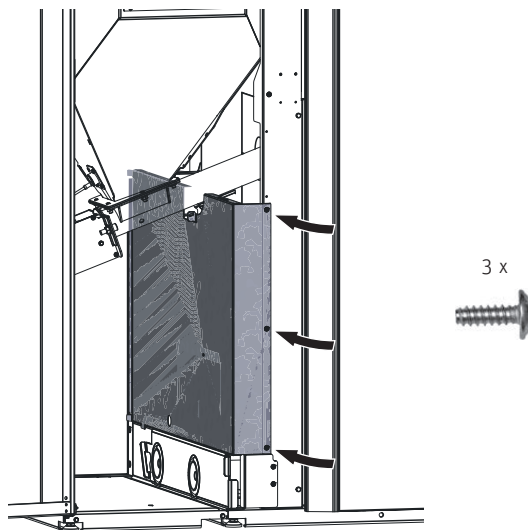

Fig. 101 Spingere la piastra di protezione dal contatto dietro e avvitarela anteriormente
- ▶ Spingere la piastra di protezione dal contatto dietro sulla parete posteriore e fissarla anteriormente con 3 viti autofilettanti – Fig. 101.